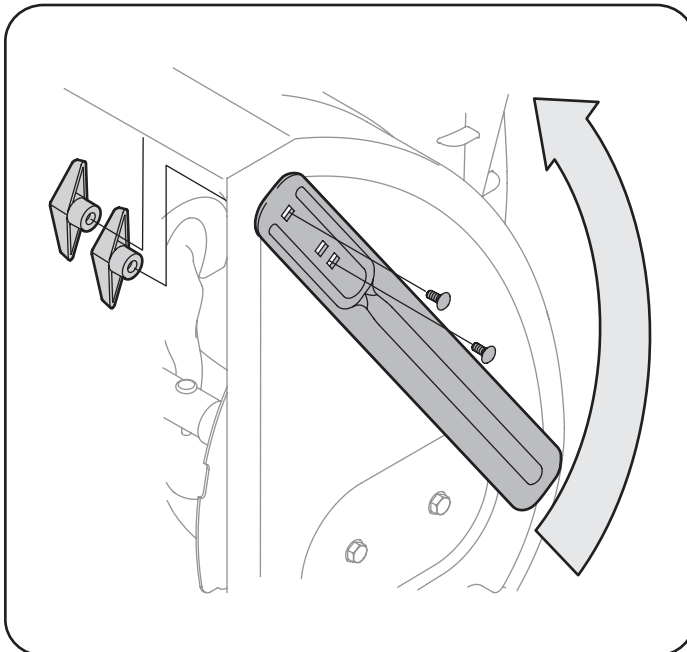

Figura 15
2. Gire los cortadores de desplazamiento de nieve y posícionelos según se muestra en la Figura 15 hacia el exterior de la caja de la barrena.